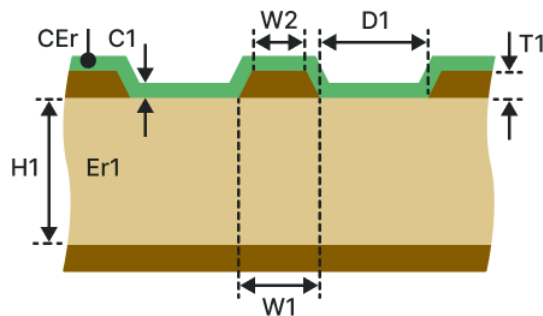

Рис. 156 Копланарная микрополосковая ЛП с маской и опорным слоем (KMMOC-1H)
- Копланарная микрополосковая ЛП с маской и опорным слоем (KMMOC-1H), см. Рис. 156.